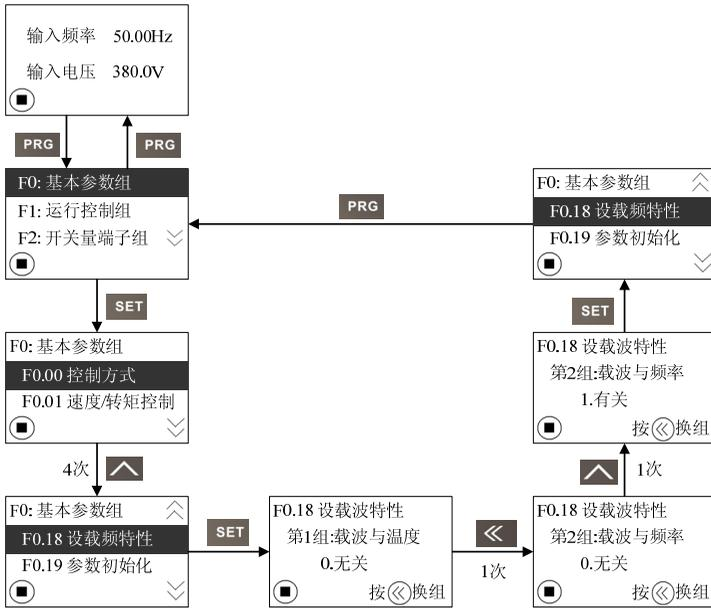

图 4-18：组操作界面流程
(3) 组操作界面流程：以功能代码 F0.18 下载频特性为例来介绍，设置选择第 2 组中的“1.与输出频率有关”，具体操作如图 4-18 所示。